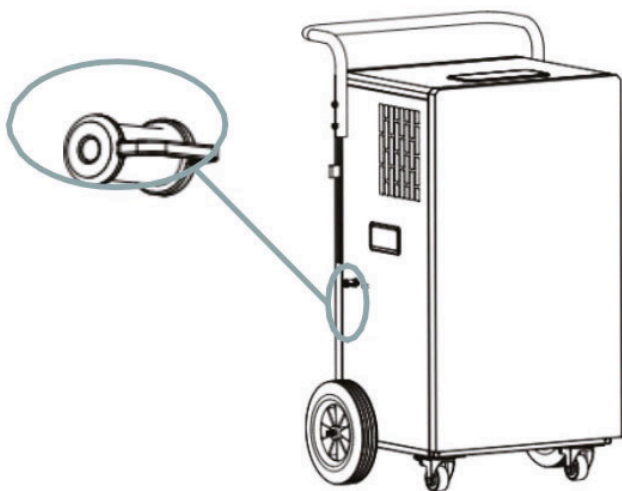

Fig.1
1. Controleer of de waterstop van het doorlopende afvoergat goed vastzit. Zoals getoond in Fig.1